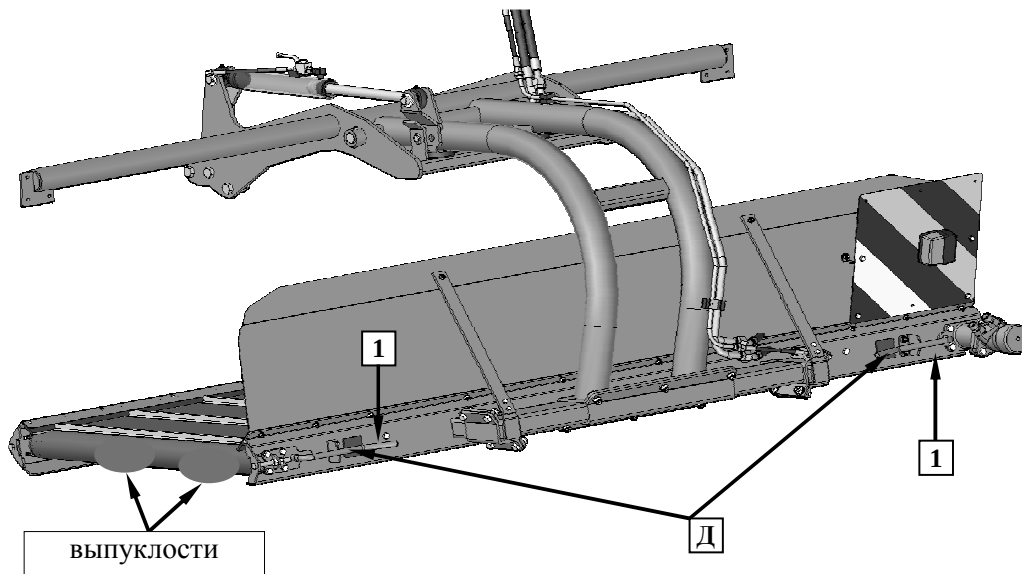

Рис. 41. Очистка роликов транспортера
1. С целью очистки ролика следует во время вращения ленты передвинуть рычаг Д по направлению 1 и придержать до момента исчезновения выпуклостей (**Рис. 41**). Действие следует повторить также с другой стороны транспортера, если возникает такая необходимость.